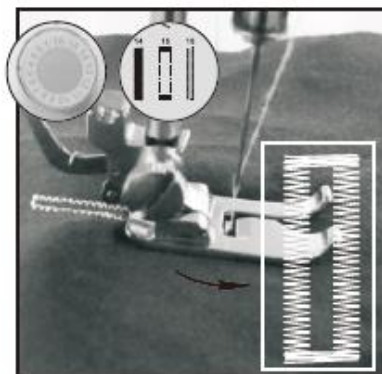

Bild 19
- 6) Välj stygn nummer 16, starta maskinen och sy klart knapphålet (bild 19).